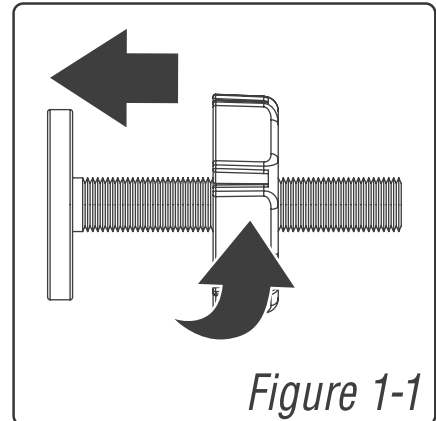

Figure 1-1
Localisez-les (4) tiges filetées (B). Faites tourner les roues de réglage le long du filetage, en éliminant l'espace entre la roue de réglage et le pied en caoutchouc (*Figure 1-1*).